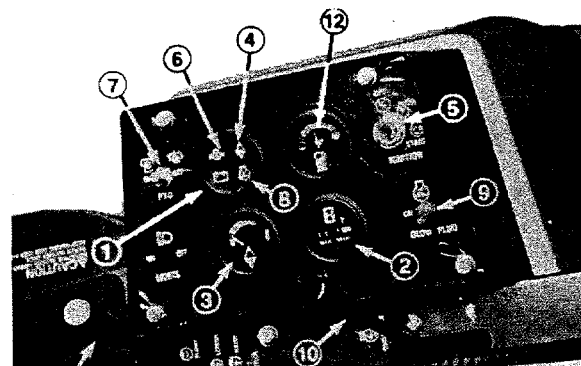

Figure 10
**Voyant de charge** (Fig. 10)—ce témoin doit être éteint quand le moteur tourne. S'il est allumé, vérifier le système de charge et le réparer le cas échéant.
**Compteur horaire** (Fig. 10)—enregistre le nombre d'heures de fonctionnement du moteur.
**Thermomètre et voyant de température élevée** (Fig. 10)—le thermomètre indique la température du liquide de refroidissement à l'intérieur du système. Si la température est trop élevée, le moteur est automatiquement coupé et le voyant de coupure/température élevée s'allume. Dans ce cas, tourner la clé de contact à la position OFF (arrêt), vérifier que le radiateur n'est pas gêné par des débris, vérifier la courroie de ventilateur et vérifier le niveau de liquide dans le vase d'expansion. Le dispositif d'arrêt du moteur est automatiquement réarmé quand la température du liquide de refroidissement redevient normale.
**Voyant de basse pression d'huile** (Fig. 10)—s'allume si la pression d'huile moteur tombe au-dessous de la normale. Arrêter le moteur et réparer avant de continuer.
**Commande de prise de force** (Fig. 10)—tirer sur le manchon du commutateur et placer le commutateur à la position ON pour ENGAGER l'embrayage électrique de la prise de force. Tirer sur le manchon et placer le commutateur à la position OFF pour le DESENGAGER. La prise de force ne doit être ENGAGÉE (position ON) que lorsque l'accessoire est abaissé et prêt à fonctionner.
**Commutateur d'allumage** (Fig. 10)—utilisé pour démarrer et arrêter le moteur. Trois positions: OFF (ARRET), RUN (MARCHE) et START (DEMARRAGE). Tourner la clé à la position START pour engager le démarreur, puis relâcher la clé quand le moteur démarre. Elle revient automatiquement à la position ON. Pour arrêter le moteur, tourner la clé dans le sens inverse des aiguilles d'une montre jusqu'à la position OFF.
**Commande et témoin de bougies de préchauffage** (Fig. 10)—sert à préchauffer les cylindres du moteur avant le démarrage à froid (les cylindres sont préchauffés automatiquement pendant le démarrage à chaud). Pour un démarrage à froid, repousser et maintenir la manette vers le haut tout en observant le témoin. Ce dernier devient orange quand les bougies de préchauffage sont activées. La durée de préchauffage des cylindres est fonction de la température ambiante.
**Manette des gaz** (Fig. 10)—sert à varier le régime du moteur. Déplacer la manette à la position FAST (RAPIDE) pour augmenter le régime et à la position SLOW (LENT) pour le diminuer. La manette des gaz contrôle la vitesse des lames de coupe et, conjointement avec la pédale de déplacement, la vitesse au sol de la machine.
**Levier de relevage hydraulique** (Fig. 10)—trois positions: FLOAT (FLOTTANT), TRANSPORT et RAISE (RELEVAGE). Pour abaisser l'unité de coupe au sol, placer le levier dans le cran FLOAT. Cette position est utilisée pour tondre et lorsque la machine ne fonctionne pas. Pour relever l'unité de coupe, tirer le levier en arrière jusqu'à la position RAISE. Quand l'unité de coupe est relevée, laisser revenir le levier à la position TRANSPORT. Relever l'unité de coupe pour se rendre à une autre surface de travail.